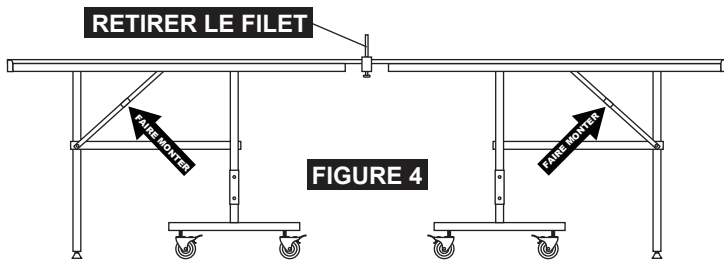

FIGURE 4
1. Retirez le filet et poussez les charnières vers le haut comme illustré dans la **FIGURE 4**.